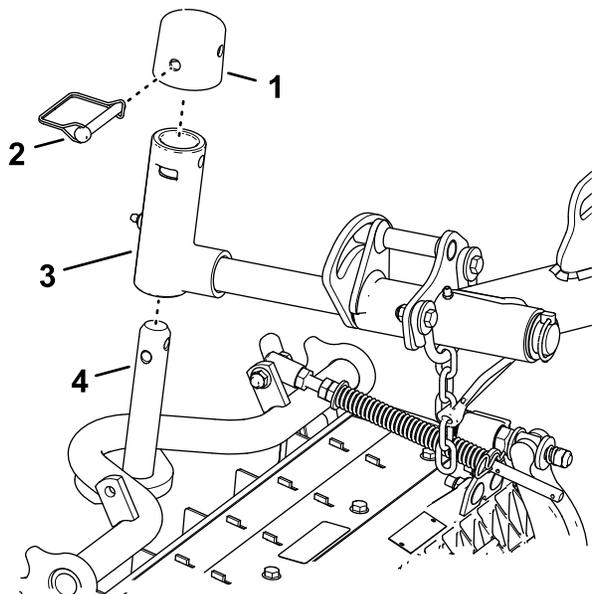

Figura 25
1. Deslice una unidad de corte debajo del brazo de elevación (Figura 25).